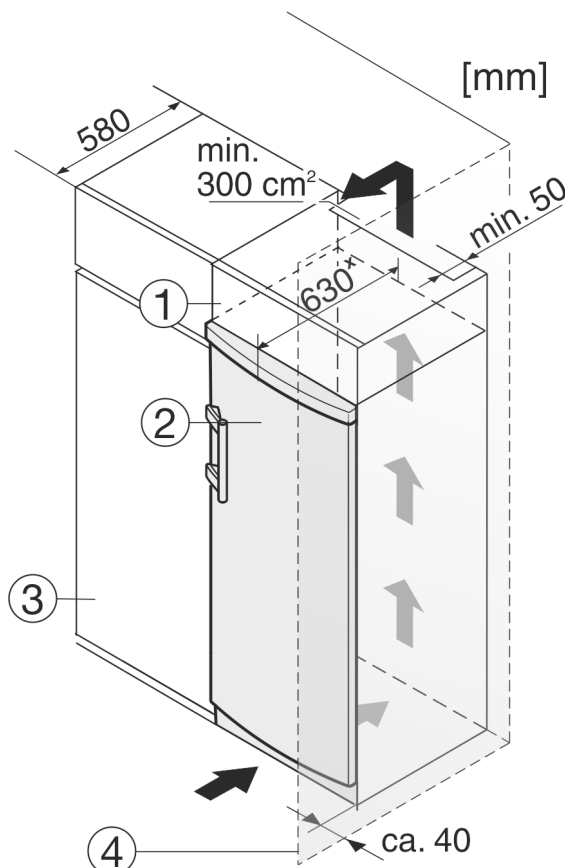

Fig. 10
Přístroj lze zabudovat do kuchyňských skříní. K vyrovnání přístroje Fig. 10 (2) na výšku kuchyňské linky lze na přístroj nasadit nástavec Fig. 10 (1).
Při montáži do kuchyňských skříní (hloubka max. 580 mm) lze přístroj instalovat hned vedle kuchyňské skříně Fig. 10 (3). Přístroj přesahuje přední stěnu kuchyňské skříně na stranách o 34 mm × a uprostřed o 50 mm ×.
Když se přístroj instaluje závěsy vedle stěny *Fig. 10 (4)*, musí být vzdálenost přístroje od stěny alespoň 40 mm. To odpovídá přesahu madla při otevřených dveřích.